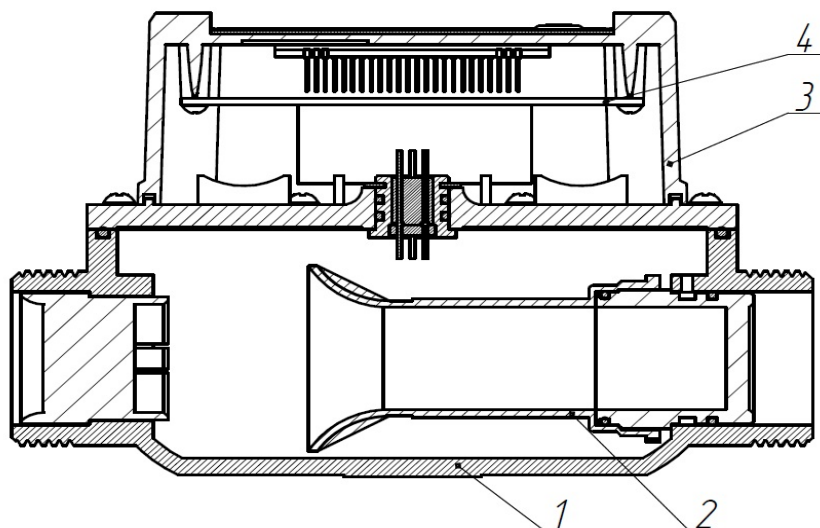

Рис. 1 Конструкция счетчика.
1.4.3.1 ИРГМ счетчика построен на базе измерительного модуля серии SGM60xx (поз. 2 на рис.1) производства «Sensirion» (Швейцария), в котором реализован калориметрический принцип измерения массового расхода газа. Чувствительные элементы модуля выполнены по MEMS – технологии, что обеспечивает надежность и высокую повторяемость метрологических характеристик прибора при серийном производстве. Схема, поясняющая распределение тепловых потоков в калориметрическом расходомере представлена на рисунке.
В корпусе электронного блока закреплена печатная плата (поз.4 на рис.1), на которой установлены элементы электрической схемы: микроконтроллер, цифровой жидкокристаллический индикатор, модуль памяти, оптический канал связи, модем GSM/GPRS и батарея питания.